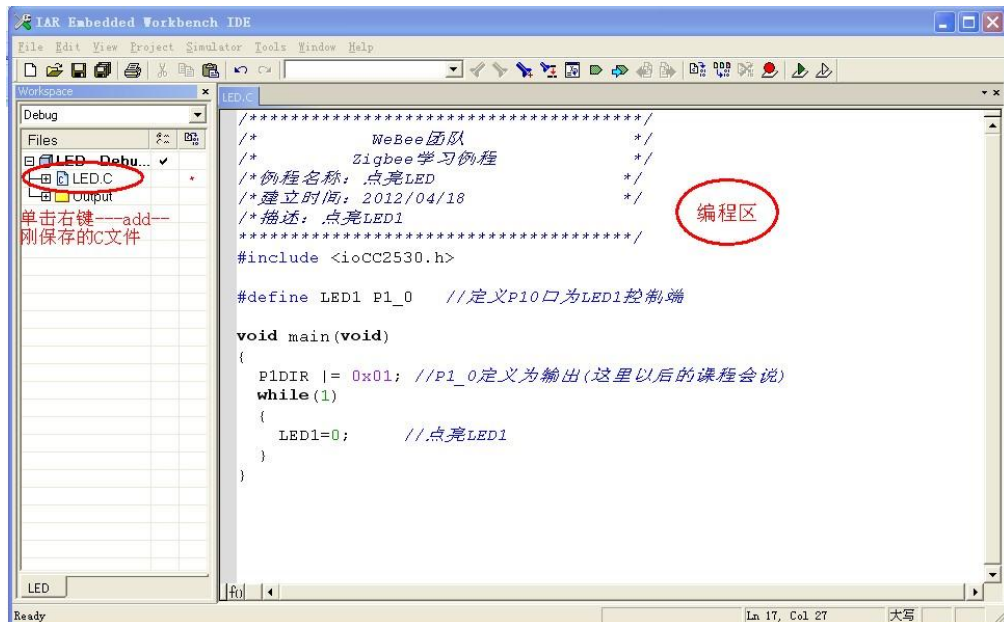

图 1.32 输入全部代码
**第三步：**弄好后就可以继续敲代码了，这是基础实验里点亮第一个点亮 LED 代码大家看懂没问题（具体参考基础实验）。打完后保存，记得要在左边工程里单击右键---add---刚保存的 C 文件，成功添加后如图 1.32 所示。